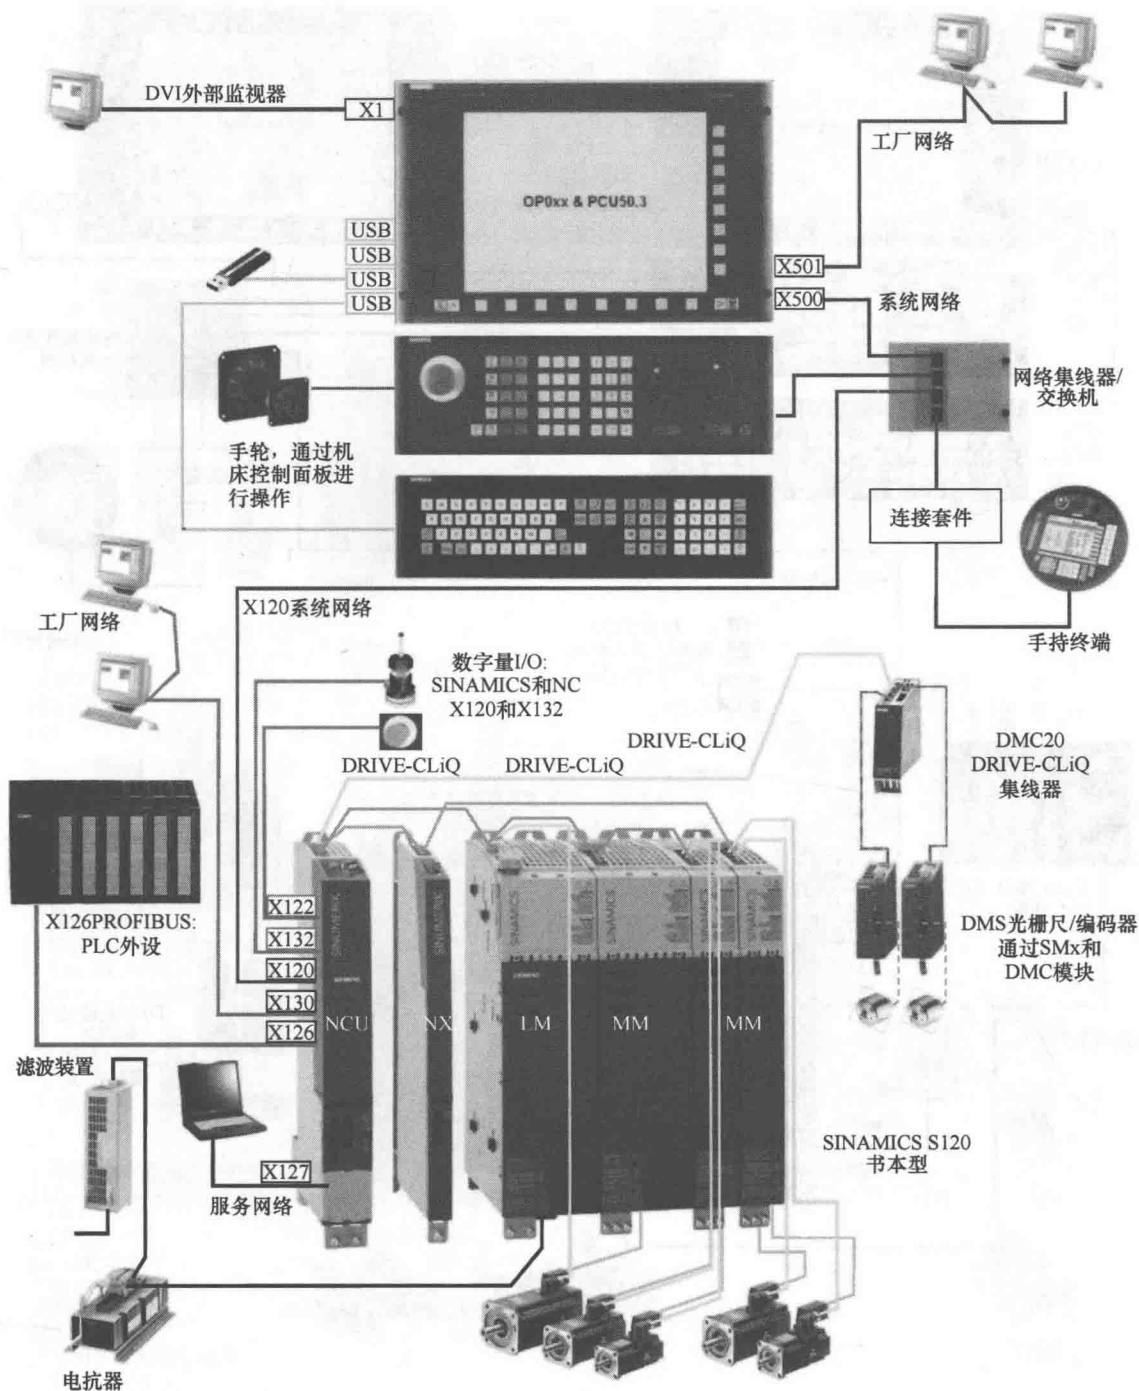

图 1-2 带 PCU50 的 SINUMERIK 840D sl 数控系统
1.2 带 PCU50. x 的 SINUMERIK 840D sl 数控系统各部件间的连接 (见图 1-2)